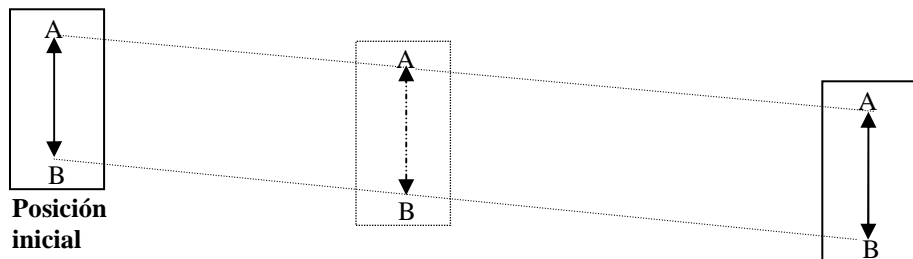
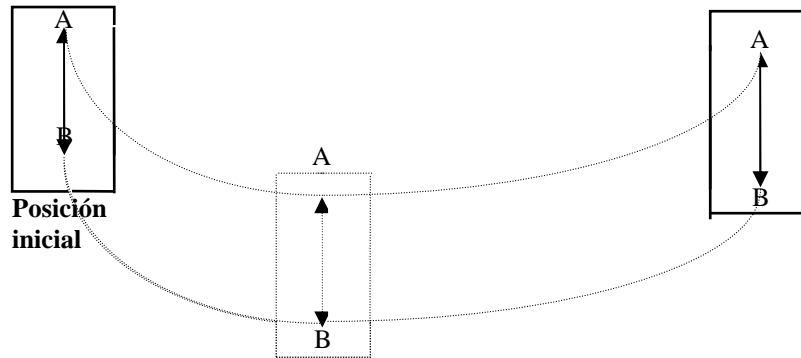

Fig.4
Fig.5
Un sólido rígido efectúa una **traslación**, cuando el segmento que une dos cualesquiera de sus partículas, por ejemplo las A y B de las fig.4 y fig.5, siempre permanece paralelo a la posición inicial durante el movimiento.
**La traslación es rectilínea**, si las trayectorias seguidas por las partículas del sólido rígido en su movimiento son líneas rectas. Así sucede con las trayectorias de los puntos A y B de la fig.4, que se representan en el dibujo mediante líneas discontinuas.
**La traslación es curvilínea**, cuando las trayectorias seguidas por las partículas del sólido rígido son líneas curvas. Obsérvense en la fig.5, las trayectorias de las partículas A y B. Nótese que es una traslación, porque el segmento AB sigue paralelo así mismo, y a como se encontraba en la posición inicial.